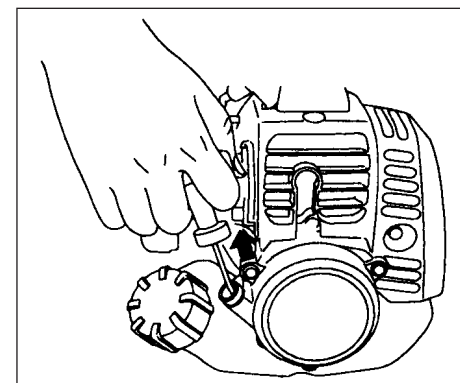

Fig. 2-3B
4. Drag kraftigt i starthandtaget. Håll stadigt i handtaget ! (Fig. 2-3B)